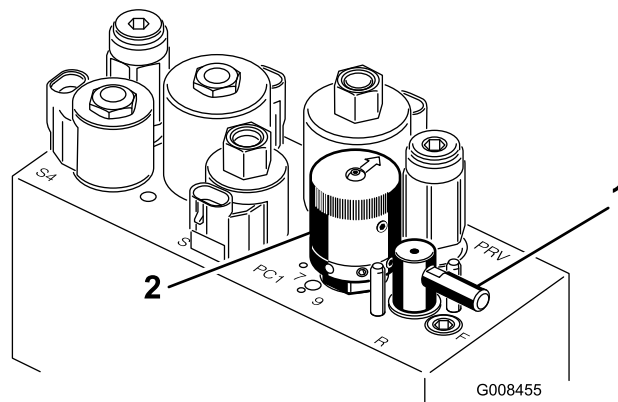

Bild 56
5. Drehen Sie den Lapphebel auf R (Bild 56).
6. Drehen Sie den Spindeldrehzahlregler auf 1 (Bild 56).